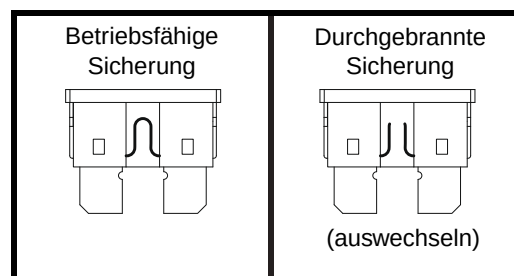

Abb. 26. Wechseln der Sicherung
2. Sicherung auf Durchbrennen überprüfen. **Siehe Abb. 26.**